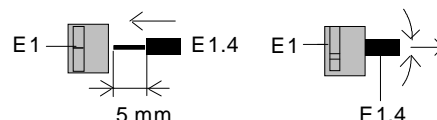

figure 6 : raccordement et retrait des conducteurs
- Dénuder les extrémités des conducteurs (E1.4) et les insérer dans la borne (E1) (rouge = +, noir = -) ou (jaune = +, blanc = -) (figure 6).
- Tirer les bornes (E1) et retirer les conducteurs (E1.4) en les faisant pivoter d'un côté puis de l'autre (figure 6).